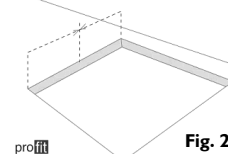

Fig. 2
- Meet het midden van de verticale zijden van de cut-out volgens afb. 2.